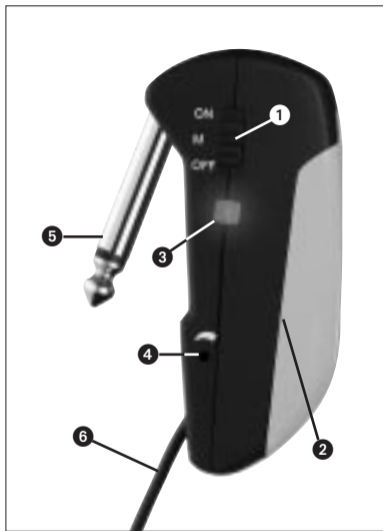

Fig. 1: Elementos de mando del GB 40
2.5 Elementos de mando (véase Fig. 1)
4.2 Ajustar el nivel (véase Fig. 1)